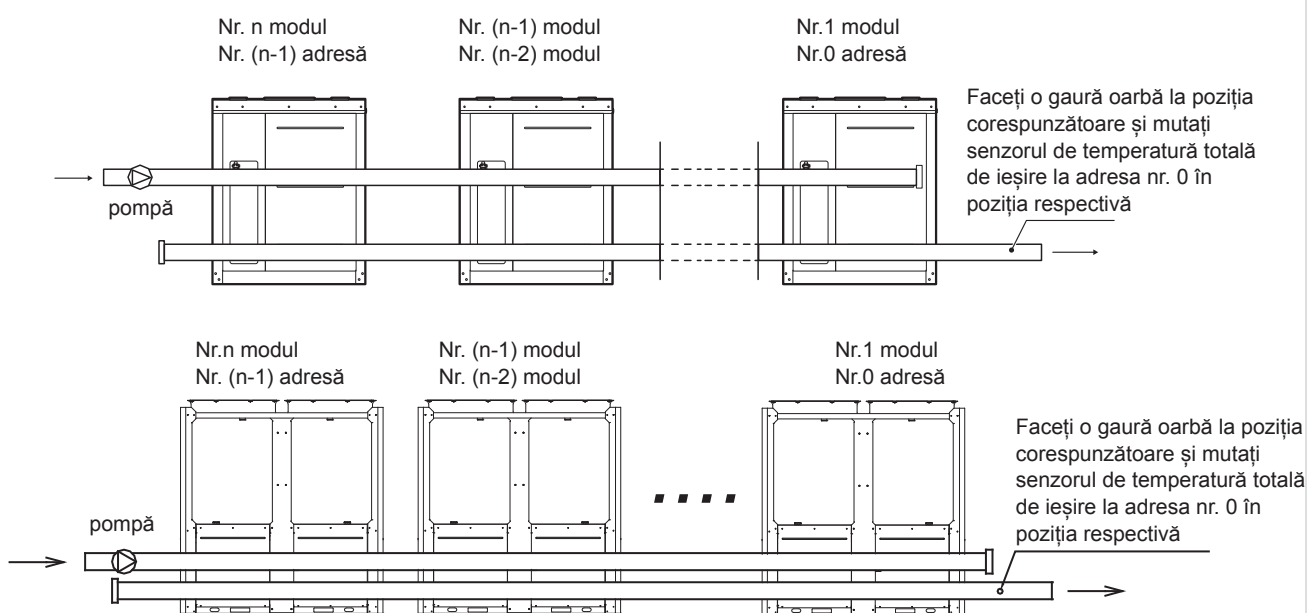

Fig.8-28 Instalarea modulelor multiple (nu mai mult de 16 module)
c) Conducta de intrare a evaporatorului trebuie să fie prevăzută cu un regulator de debit țintă, pentru a proteja unitatea de întreruperea debitului. Ambele capete ale regulatorului de debit țintă trebuie să fie prevăzute cu secțiuni de conductă orizontale drepte al căror diametru este de 5 ori cel al conductei de intrare. Regulatorul de debit țintă trebuie să fie instalat în strictă conformitate cu „Ghidul de instalare și reglare pentru regulatorul de debit țintă” (Fig.8-28, 8-29). Firele de la regulatorul de debit țintă ar trebui să fie direcționate către dulapul electric printr-un cablu ecranat (pentru detalii, consultați Diagrama schematică privind controlul electric). Presiunea de lucru a regulatorului de debit țintă este de 1,0 MPa, iar interfața acestuia are un diametru de 1 inch. După instalarea conductelor, regulatorul de debit țintă va fi setat corespunzător în funcție de debitul nominal de apă al unității.